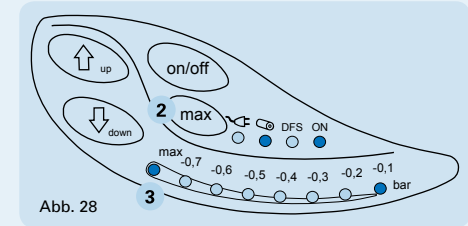

Abb. 28
- Betätigen Sie für schnell benötigtes maximales Vakuum die Taste „max“ (Abb. 28 (2)). Ebenso können Sie durch mehrfaches Drücken der Taste „up“ das maximale Vakuum einstellen.
- Die Vorauswahl des maximalen Vakuums wird über eine rote LED für 2 Sekunden signalisiert (Abb. 28(3)).